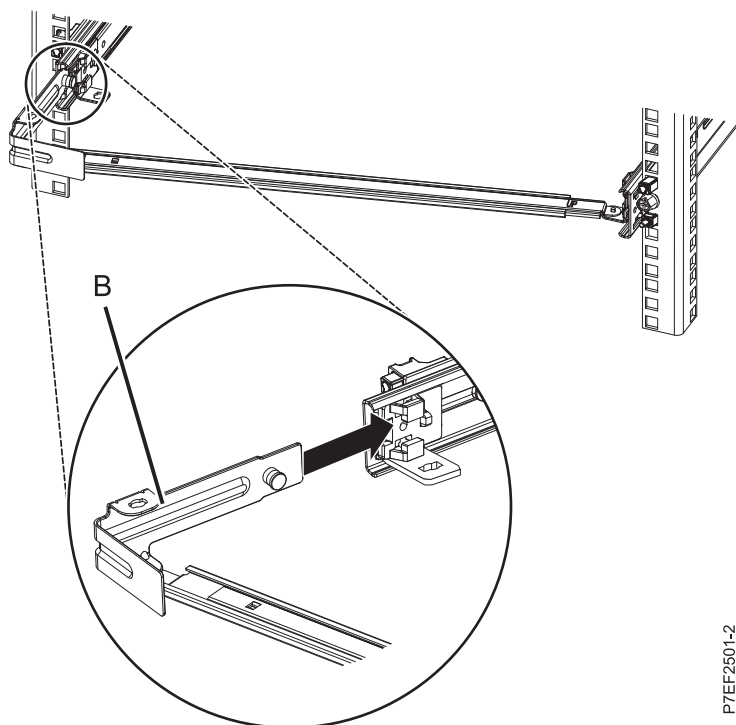

Figura 12. Tendido de la patilla e instalación de la abrazadera en el riel deslizante
4. Conecte la pieza de sujeción de tope de portacables (**B**) a la ranura en la parte interior del lado izquierdo deslizando la pieza de sujeción de tope (**B**) en el riel deslizante hasta que el pestillo accionado por resorte quede fijado. Para obtener detalles, consulte Figura 12 en la página 10.